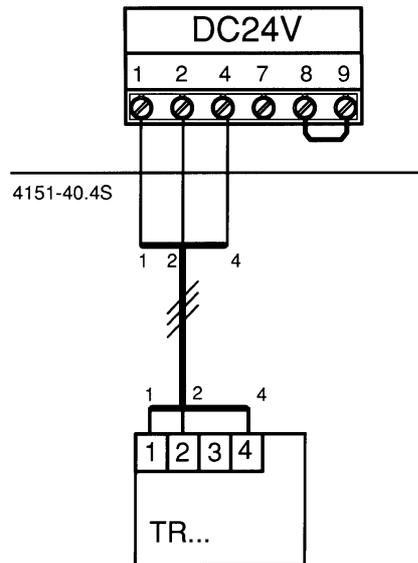

**Figura 12**
- Pasar el cable por el retenedor y conectarlo según figura 12.